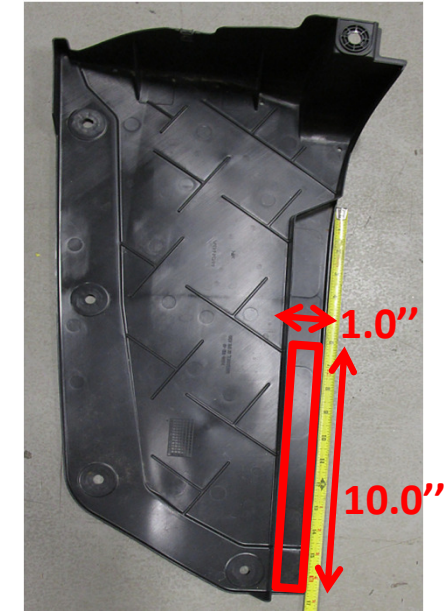

Figure 3
- Découper le carénage de pare-chocs et le panneau décoratif inférieur** - Découper le panneau décoratif inférieur comme illustré à la **Figure 3**.
5. Découper le carénage de pare-chocs et le panneau décoratif inférieur – Découper le panneau décoratif inférieur comme illustré à la **Figure 3**.